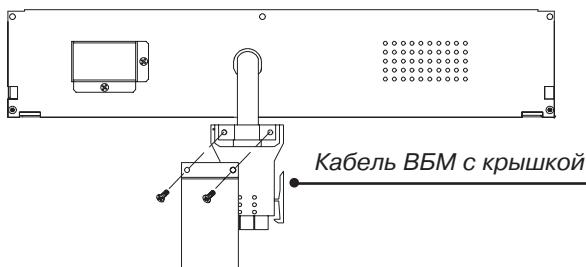

Рисунок 13. Защитная крышка кабеля ВБМ (только у ВБМ 230В)
6. Снимите защитную крышку с кабеля ВБМ как показано на рис. 13.